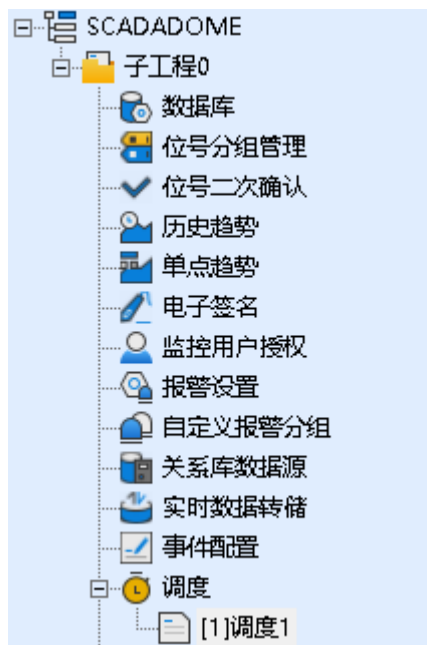

图 3-70 新增调度文件
1. 在组态管理软件中，某子工程下，右键单击“调度”节点，在右键菜单中选择“添加页面”，则添加调度文件“调度 1”，如图 3-70 所示。